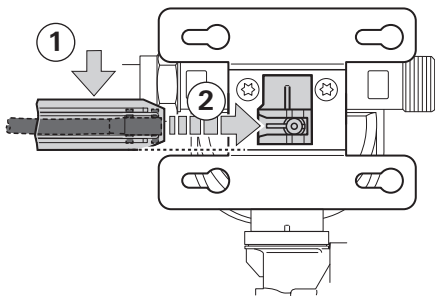
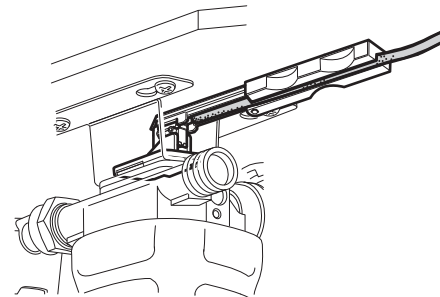

Fig. 7
Fig. 8
- ▶ Il supporto per il trasduttore è posizionato decentrato tra gli angolari in lamiera (Fig. 7). Appoggiare quindi l'attrezzo di montaggio con il trasduttore e il cavo paralleli sul lato interno dell'angolare in lamiera inferiore (Fig. 7 - fase 1).
- ▶ Infilare l'attrezzo di montaggio con il trasduttore e il cavo verso il supporto (Fig. 7 - fase 2) finché si sente il trasduttore inserirsi nel supporto (Fig. 8).